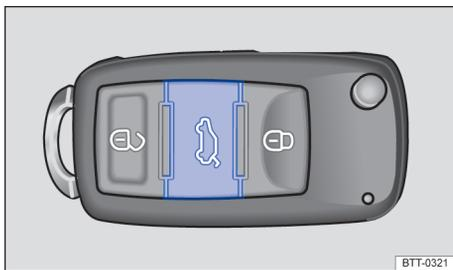

Fig. 30 En la llave del vehículo: tecla de desbloqueo y apertura del capó del maletero.
- Pulse la tecla  de la llave \Rightarrow fig. 30 hasta que el capó del maletero se abra automáticamente.